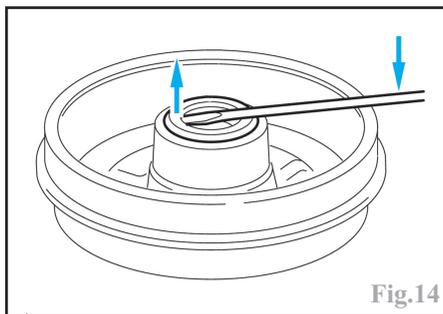

Fig.14
- la bague d'étanchéité avec la cible, en faisant levier à l'aide d'un tournevis depuis l'intérieur du tambour (Fig.14).